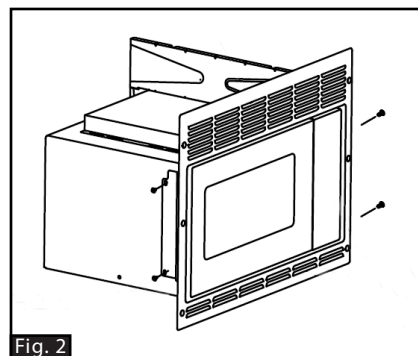

Fig. 2
3. Fije el kit para empotrar al horno microondas con 4 tornillos M4 x 10 mm (Fig. 2).